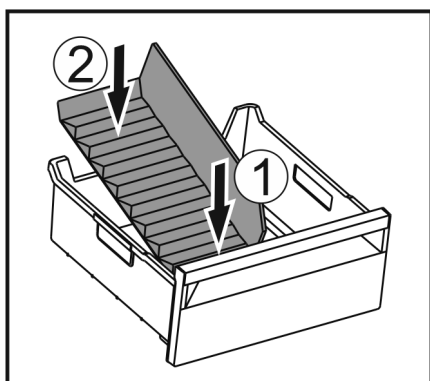

Fig. 117
- Voorste deel van de ijsvak-scheider plaatsen. Fig. 117 (1)
- Achterste deel van de ijsvak-scheider tot de bodem van de lade laten zakken. Fig. 117 (2)